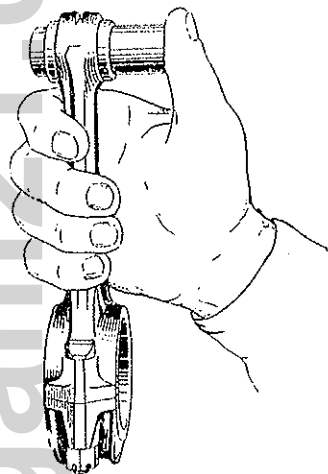

Bild 75 Aussuchen des Kolbenbolzens
d) der Kolbenbolzen ist so zur Pleuelstange auszusuchen, daß er sich bei normaler Zimmertemperatur in der Bohrung des Pleuekkopfes mit leichtem Daumendruck zügig verschieben läßt, wie Bild 75 zeigt. Der Kolbenbolzen soll etwas eingölt sein; die Markierungsfarbe des Kolbenbolzens soll der Markierungsfarbe an den Kolbenaugen entsprechen;